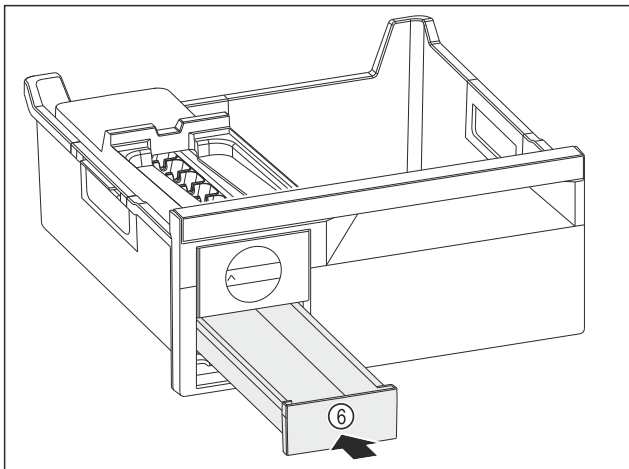

Fig. 163
- Eiswürfelschubfach Fig. 163 (6) einschieben.